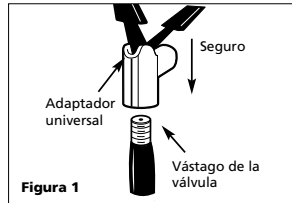

Figura 1
calzado adecuadamente en la válvula. Una vez que el adaptador esté bien conectado, baje la palanca del seguro para fijarlo. (Vea la Figura 1).
- Para usar alguno de los accesorios para inflar, conéctelo al adaptador universal y baje la palanca del seguro para fijarlo (Vea la Figura 1). El accesorio para inflar debe calzarse bien.